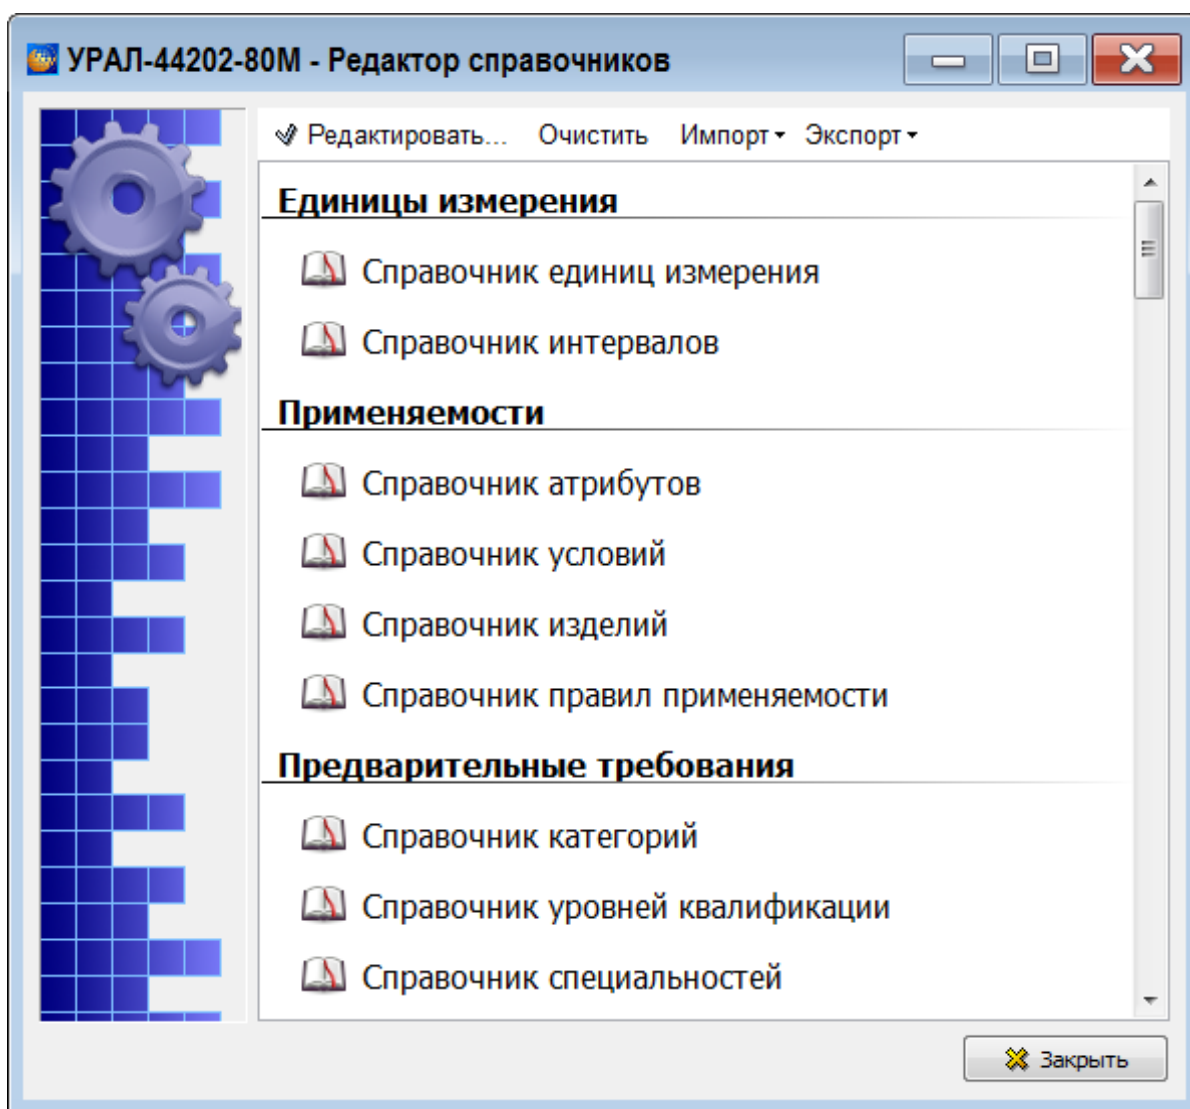

Рисунок 121
2) Нажмите на кнопку **Редактор справочников** . После этого откроется окно **Редактор справочников** (рисунок 121).